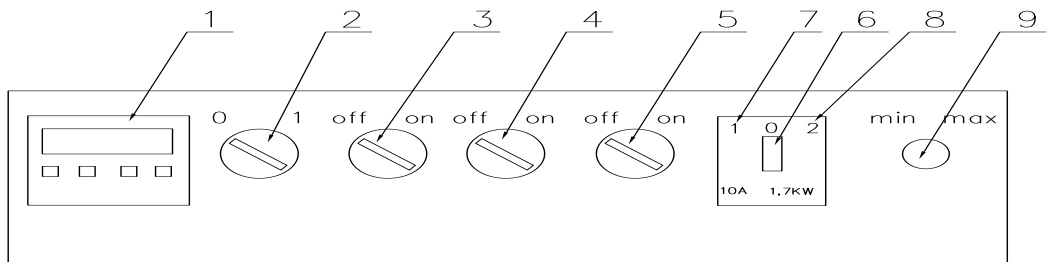

Рис. 2
4.2.1. Панель пульта управления станком представлена на рис. 2, а перечень органов управления приведен в табл. 3
Поз см. рис. 2	Наименование органов управления